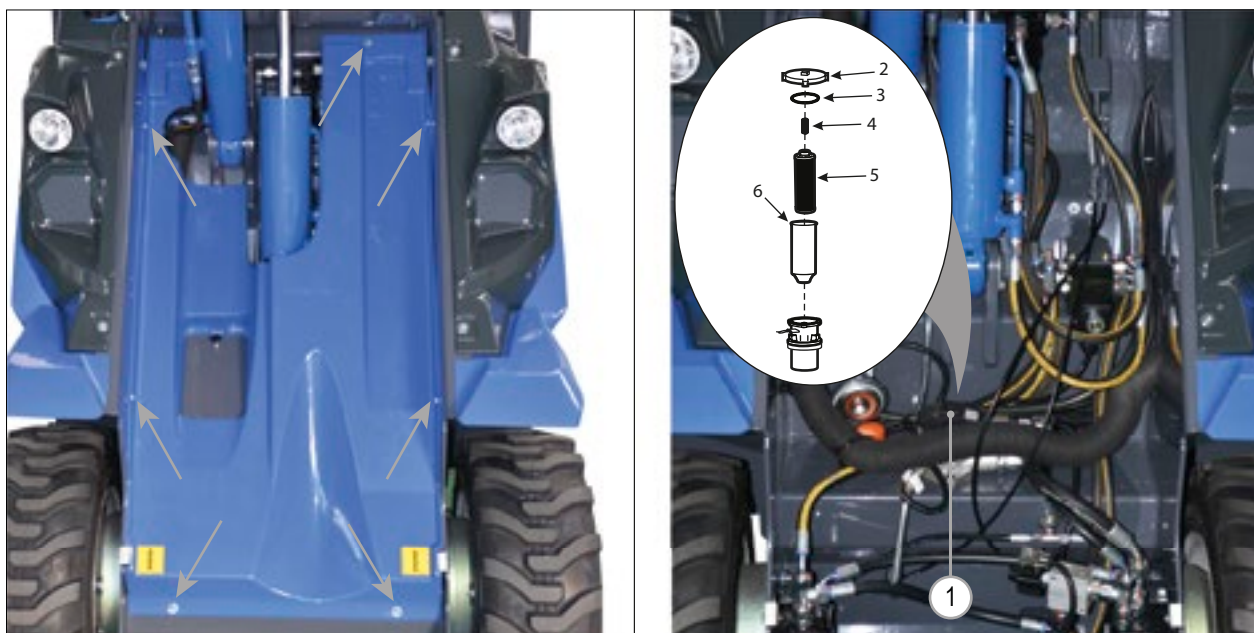

РИС. 44
- 3) Снимите переднюю панель, ослабив винты крепления к раме (см. РИС. 44).
- 4) Снимите крышку фильтра, повернув ее. Может потребоваться использовать гаечный ключ (РИС. 44 – Сс. 1).
- 5) Снимите пружину (РИС. 44 - Сс. 4) и фильтрующий элемент (РИС. 44 – Сс. 5) с пластиковой втулки (РИС. 44 – Сс. 6).
- 8) Установите на место крышку фильтра (РИС. 44 – Сс. 2) и закрепите ее.